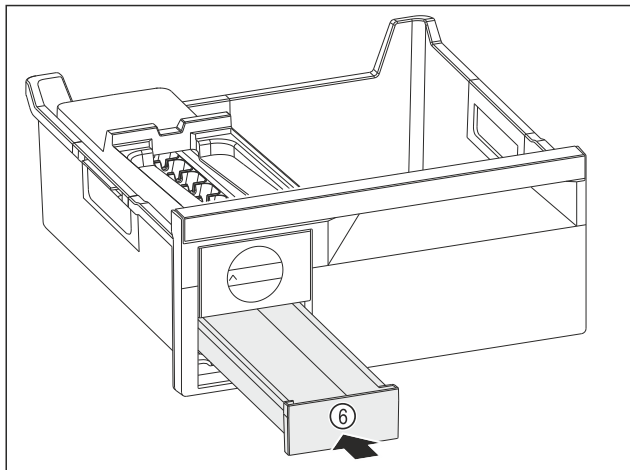

Fig. 136
- ▶ Sett inn isterningsskuffen Fig. 136 (6).